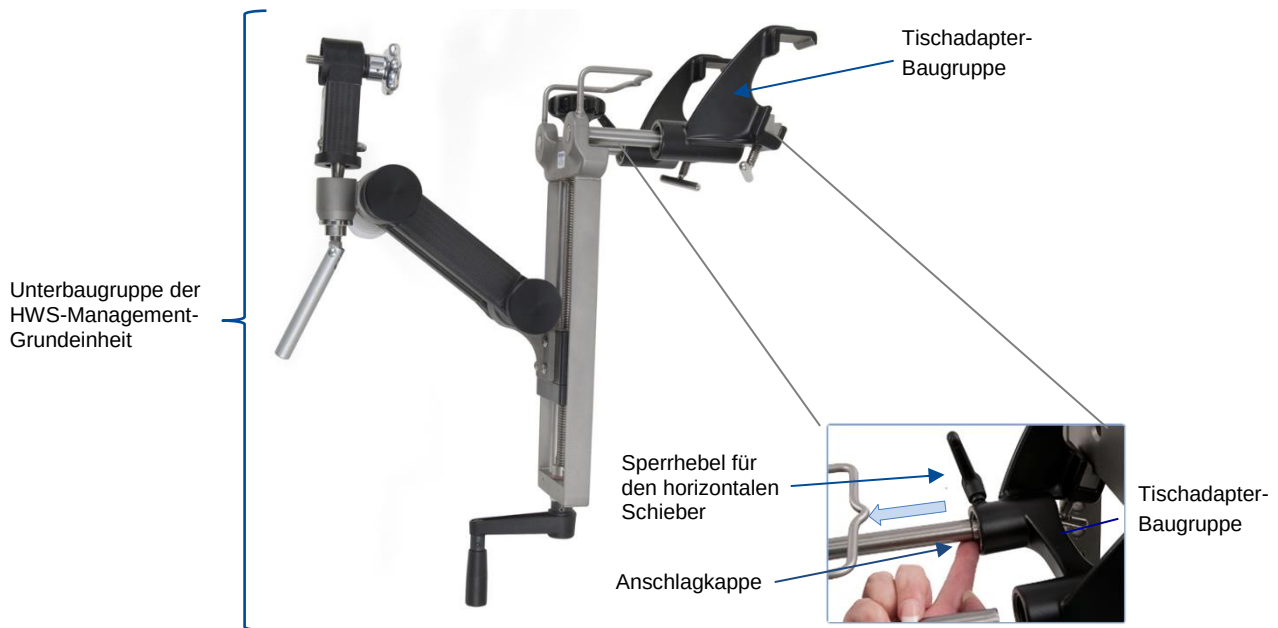

Abbildung 90: Entfernen der Unterbaugruppe der HWS-Management-Grundeinheit
- ii. Die Anschlagkappe des horizontalen Schiebers so ausrichten, dass er durch die Tischadapter-Baugruppe hindurch passieren kann. Die Unterbaugruppe zum Entfernen von der Tischadapter-Baugruppe weg ziehen (Abbildung 90).